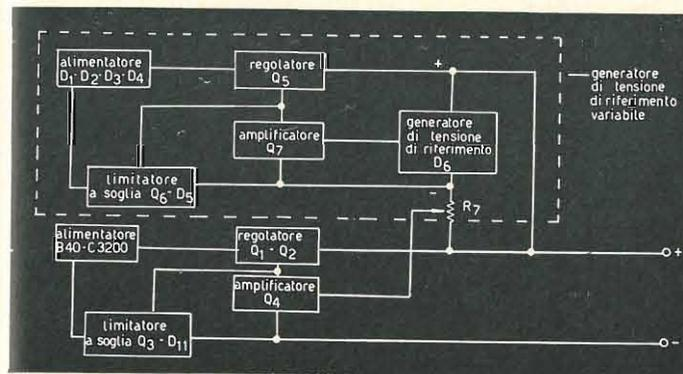
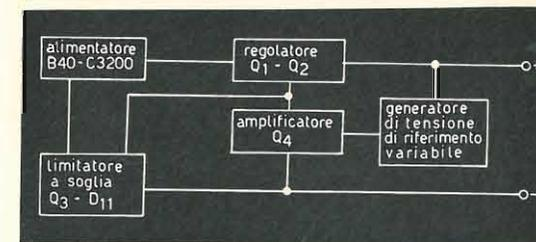
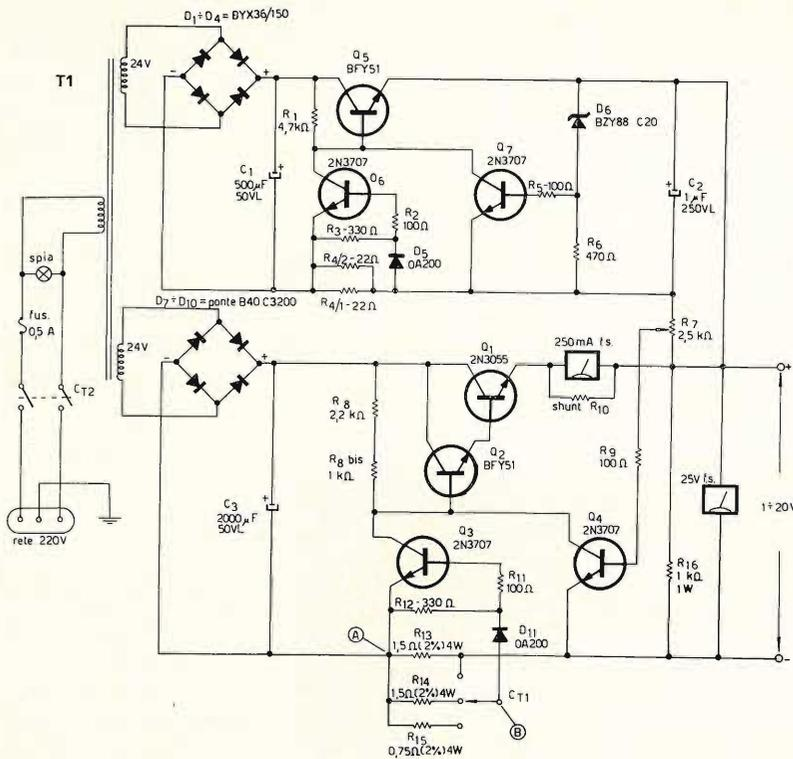

figura 2B
figura 2A
figura 3
Variando la tensione di riferimento da zero fino a un massimo di 21 V è possibile variare con continuità la tensione di uscita dell'alimentatore stabilizzato da 1 V fino a 20 V. Il vantaggio dell'adozione di questo circuito particolare, che costituisce la novità più rilevante, è la possibilità di variare la tensione di uscita fino a valori molto bassi senza dover ricorrere a metodi più elaborati (1). Lo schema a blocchi completo (figura 2B) mostra anche i dettagli del generatore di tensione di riferimento variabile, che è costituito da un secondo alimentatore stabilizzato (erogante bassa corrente di uscita) (2) in tutto simile al primo. Anche questo secondo alimentatore stabilizzato in formato ridotto è dotato di uno stadio regolatore in serie, di uno stadio amplificatore, di uno stadio di protezione e di uno stadio generatore di tensione di riferimento fissa (a 20 V).
- (1) cq elettronica, 1/70, pagine 65-73.
- (2) La massima corrente di erogazione di questo secondo alimentatore stabilizzato è di circa 80 mA. A questo valore è stato tarato il limitatore a soglia (Q3, D5 di figura 3).
Nelle figure 2A e 2B è schematizzato il circuito a blocchi. In particolare in figura 2A è indicato lo schema a blocchi globale mentre in figura 2B è indicato lo schema a blocchi particolareggiato. Come si può notare dall'osservazione di questi schemi si tratta di un alimentatore stabilizzato con regolazione in serie (Darlington BFY51-2N3055), con uno stadio amplificatore per il pilotaggio del regolatore e con uno stadio di protezione contro i cortocircuiti a soglia regolabile (figura 2A). Completa il circuito uno stadio generatore di tensione (stabilizzata) di riferimento variabile.
In figura 3 è illustrato lo schema elettrico dettagliato con l'indicazione dei singoli componenti. Come si può notare dall'osservazione di questo schema il circuito è sostanzialmente semplice, anche se lo schema a blocchi poteva far pensare il contrario.
Per avere un'idea adeguatamente precisa del funzionamento dell'alimentatore stabilizzato basta confrontare fra loro lo schema a blocchi di figura 2 B e quello dettagliato di figura 3.
corrente di erogazione (con C11 inserito come indicato in figura 3) è di circa 1,2 A.
La funzione del commutatore C_{T1} è quella di scegliere i tre valori di soglia di massima corrente di erogazione e cioè 0,6 - 1,2 - 1,8 A. Il sistema di protezione che impedisce di superare questi livelli massimi di corrente (come già suindicato) è stato calcolato in modo che il sistema entra in funzione non appena tra i punti A e B (figura 3) è presente una tensione di 0,9 V. Perciò, quando è inserita la sola resistenza R_{13} (che è di 1,5 Ω) il limite massimo è 0,6 A (infatti $0,6 \times 1,5 = 0,9$ V) e analogamente quando R_{13} è posta in parallelo a R_{14} (1,5 Ω) oppure a R_{15} (0,75 Ω) i limiti sono 1,2 e 1,8 A rispettivamente. Infatti se R_{13} è posta in parallelo a R_{14} (mediante C_{T1}) la resistenza globale esistente tra i punti A e B (figura 3) è di 0,75 Ω per cui se la corrente di erogazione raggiunge 1,2 A la caduta di tensione diventa $0,75 \times 1,2 = 0,9$ V. Stesso tipo di calcolo viene applicato quando R_{13} viene posta in parallelo a R_{15} ($0,5 \times 1,8 = 0,9$ V). Il misuratore di corrente è stato inserito direttamente all'uscita dell'emittore di Q_1 al fine di compensarne la caduta di tensione (che si ha al passaggio di corrente ai capi dell'amperometro). In altre parole questo modo di inserimento dell'amperometro stesso impedisce che la tensione di uscita stabilizzata venga diminuita della caduta di tensione presente ai capi della bobina mobile dello strumento quando viene attraversata dalla corrente di erogazione dell'alimentatore stabilizzato. Come strumento di lettura di tale corrente è stato usato un microamperometro avente 250 μ A shuntato da R_{10} . Il valore di R_{10} non può essere stabilito a priori genericamente in quanto il suo valore dipende dal tipo di microamperometro impiegato e cioè dalla sua resistenza interna. Perciò R_{10} deve essere determinata sperimentalmente di volta in volta utilizzando come strumento di riferimento un secondo amperometro avente come fondo scala 2 A oppure 2,5 A. La taratura di R_{10} il cui valore può oscillare da 0,02 Ω a 0,1 Ω (e perciò deve essere a filo di costantana, manganina o rame) può essere fatta mettendo l'amperometro da tarare in serie a quello di riferimento e aggiustando R_{10} (variando la lunghezza del filo) fino a che la corrente indicata dai due strumenti non sia uguale. La tensione di uscita dell'alimentatore stabilizzato viene indicata da un voltmetro avente 25 V f.s. inserito direttamente ai terminali di uscita come indicato in figura 3.